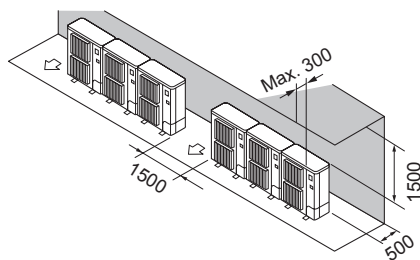

Fig. 2-13
- ② Alleen obstakels aan de achter- en bovenzijde (Fig. 2-13)